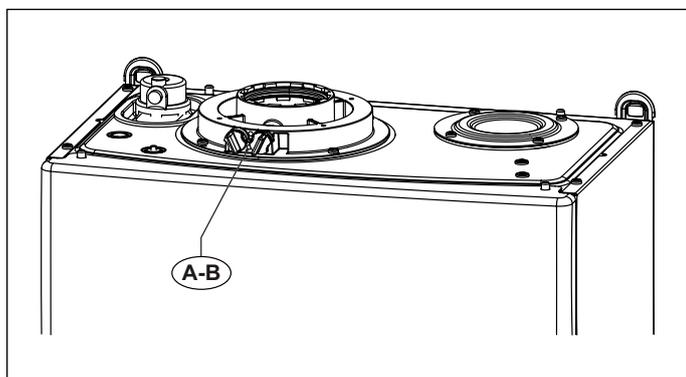
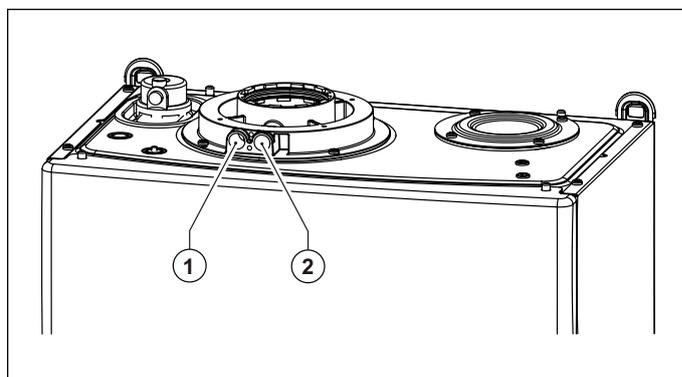

Fig. 21 Posizione tappi
Fig. 22 Posizione fori
La caldaia è provvista di una torretta per il collegamento della tubazioni di aspirazioni aria/scarico fumi (vedi Fig. 21 Posizione tappi e Fig. 22 Posizione fori).
Nella torretta sono stati predisposti dei fori per l'accesso diretto all'aria comburente ed allo scarico dei fumi (vedi Fig. 22 Posizione fori).
Prima di effettuare le misurazioni togliere i tappi **A** e **B** dai fori predisposti sulla torretta (vedi Fig. 21 Posizione tappi).
- misura dell'aria comburente prelevata nell'apposito foro **1** (vedi Fig. 22 Posizione fori).
- misura della temperatura fumi e della CO2 prelevata nell'apposito foro **2** (vedi Fig. 22 Posizione fori).